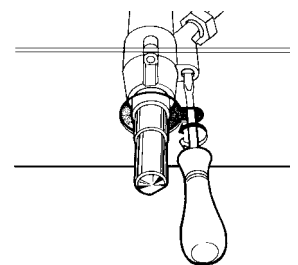

Abb.6
- Den Drehknopf des Gashahns entfernen und die seitlich des Gashahnstiftes befindliche Stellschraube (Abb.6) unter Verwendung eines entsprechenden Schraubenziehers betätigen (durch das Lockern der Schraube das Minimum erhöht und durch das Anziehen verringert wird).